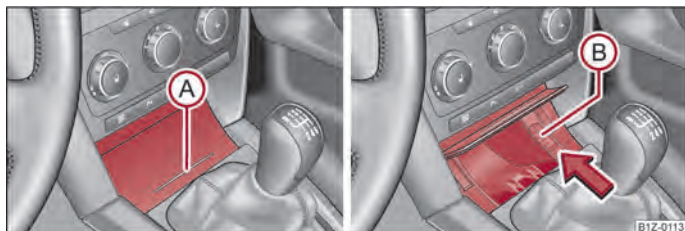

Fig. 70 Consola centrală: Scrumiera față / Scoaterea scrumierei din față
- Apăsați pe partea inferioară a capacului scrumierei - vezi poziția (A) ⇒ fig. 70.